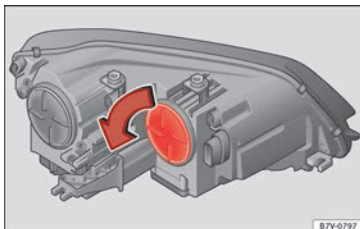

Fig. 106 En el vano motor: cubierta del intermitente.
2.	Gire la cubierta » fig. 106 en el sentido de la flecha y extráigala.
7.	Gire la cubierta » fig. 106 hasta el tope en sentido contrario al de la flecha.